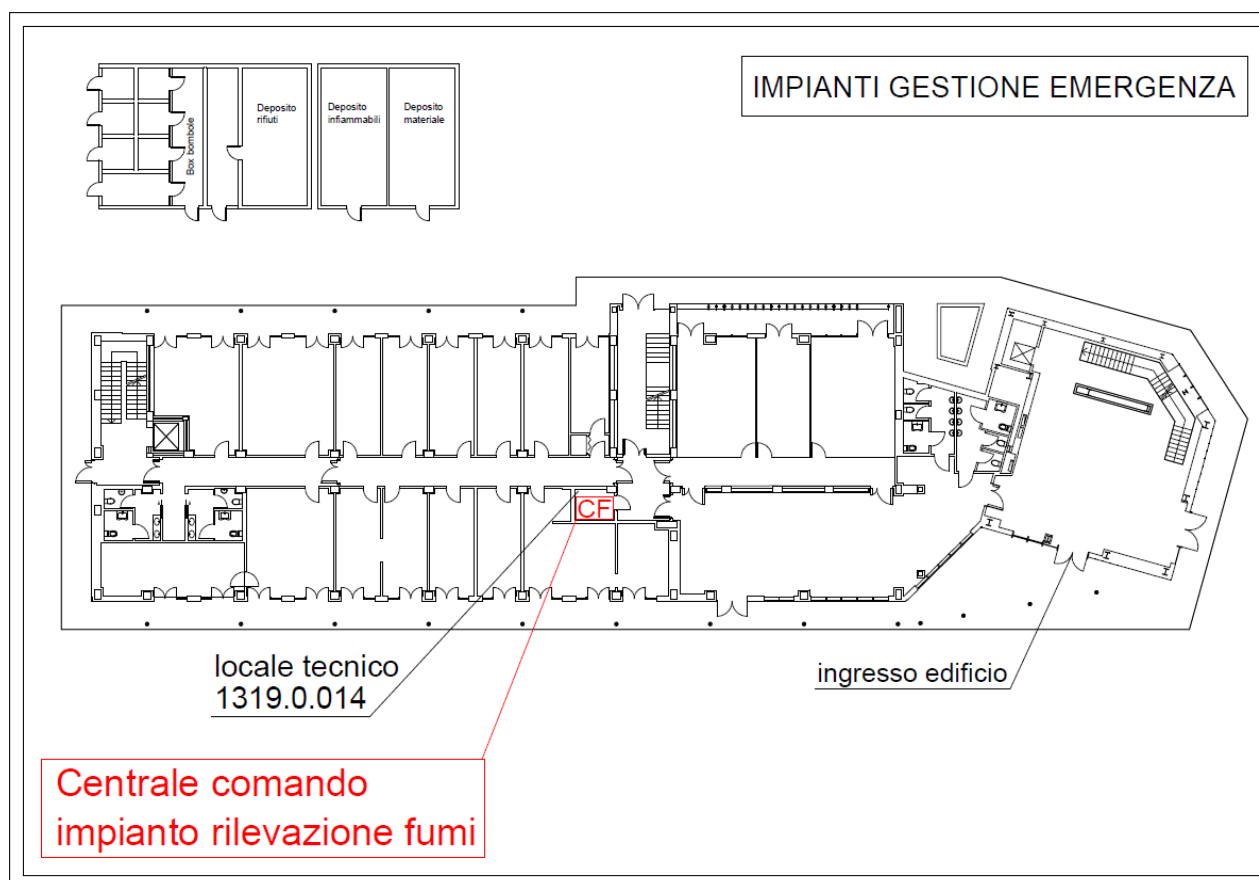

Figura 1 - Impianti gestione emergenze
L'impianto è costituito da una centrale di comando ubicata nel locale tecnico al piano terra (locale 1319.0.014, vedi p.to 3.3 – Figura 1) da rilevatori di fumo (nei locali previsti dal progetto di prevenzione incendi dell'edificio), da pulsanti manuali e da segnalatori ottico-acustici lungo gli spazi di circolazione e le vie di esodo.
- I coordinatori per l'emergenza e tutti gli addetti alla lotta antincendio e gli addetti al primo soccorso che non si trovano nelle immediate adiacenze del locale in allarme, si recano presso la centrale di comando dell'impianto (vedi p.to 3.3 – Figura 1) per individuare la zona in allarme.